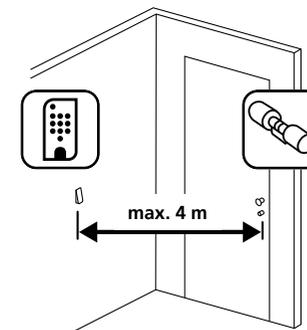

Fig. 1
- ① Maintenez le clavier à l'emplacement de montage souhaité (Fig. 1).
① Percez trois trous selon les dimensions indiquées sur l'illustration. Utilisez un foret de diamètre 6 mm (Fig. 1).